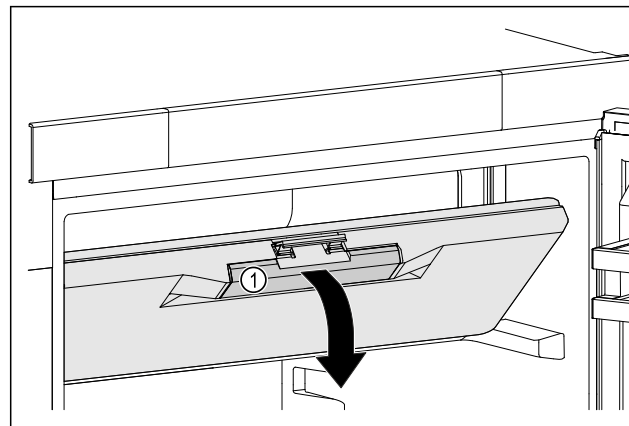

Fig. 23
- Gefrierfachtür an der Griffmulde Fig. 23 (1) anfassen.